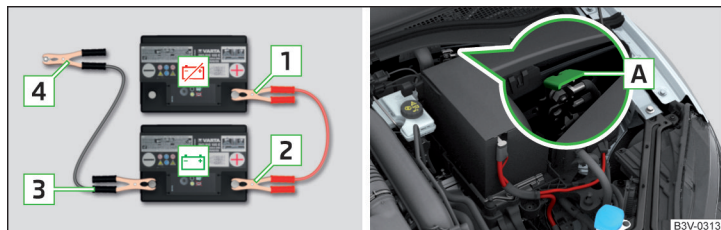

Fig. 343 Pornirea asistată: - bateria descărcată, - bateria furnizoare de curent/punctul de masă al motorului la sistem START-STOP
- ▶ La autovehiculele **cu** sistem START-STOP conectați clema **4** la punctul de masă al motorului **A** » fig. 343.